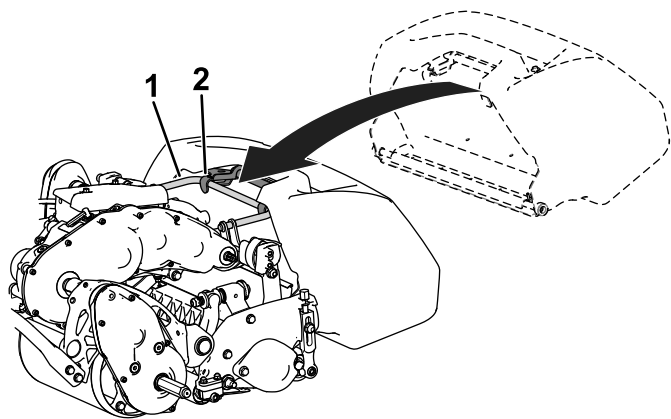

Рисунок 4
2. Вставьте край травосборника между боковыми пластинами режущего блока и над передним валиком (Рисунок 4).
3. Зацепите крюки травосборника за петлю рамы (Рисунок 4).